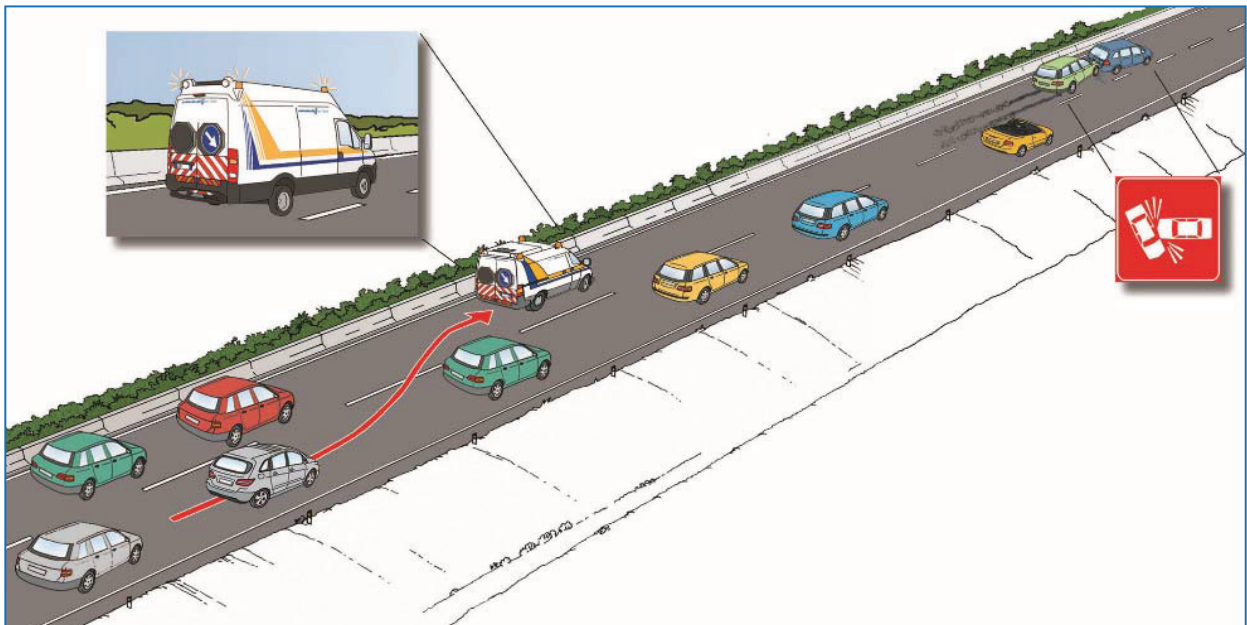

Fig. 17
- accendere l'indicatore di direzione obbligatoria per il lato corrispondente alla corsia o corsie libere (destra nel caso in fig. 17)